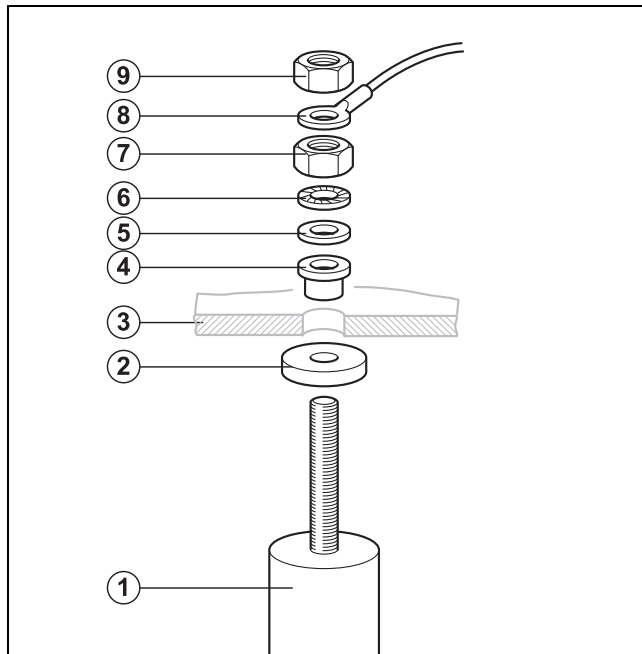

Fig. 21 Remplacer l'anode en magnésium
- Monter la nouvelle anode en magnésium avec les pièces jointes à la livraison (→ fig. 21).